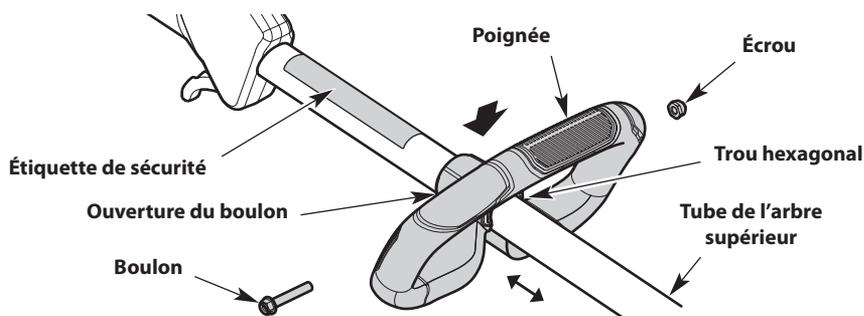

Fig. 9
1. Poussez le manche sur le tube supérieur de l'arbre (Fig. 9). Assurez-vous que le trou hexagonal font face vers la gauche (Fig. 9).
2. Insérez l'écrou dans le trou hexagonal (Fig. 9). D'un doigt, maintenez l'écrou en place.
3. Insérez le boulon dans son trou et poussez-le à travers (Fig. 9). Serrer la boulon avec un tournevis à tête plate, mais ne pas serrer la boulon complètement.
4. Maintenez l'unité en position d'utilisation (Fig. 14). Déplacez le manche vers le haut ou le bas sur le tube supérieur pour trouver une position confortable (Fig. 9). S'assurer que la poignée est placée au-delà de l'extrémité de l'étiquette de sécurité (Fig. 9).
1. Desserrer le boulon avec un tournevis à tête plate (Fig. 9).
2. Maintenez l'unité en position d'utilisation (Fig. 14). Déplacez le manche vers le haut ou le bas sur le tube supérieur pour trouver une position confortable (Fig. 9). S'assurer que la poignée est placée au-delà de l'extrémité de l'étiquette de sécurité (Fig. 9).